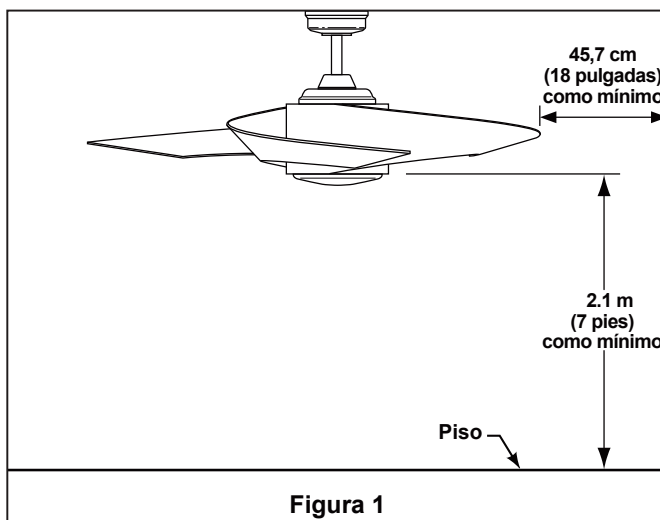

Figura 1
Caja de perfil bajo (Figura 1)
1. Afloje el tornillo de fijación del pasador, pasador de horquilla, semiesfera y pasador para lograr que pueda desplazarse por la semiesfera. Conserve el pasador, el pasador de horquilla, la semiesfera y el pasador para su reinstalación. (Figura 1)
5. Vuelva a colocar la semiesfera (Figura 1) en el barral como se indica a continuación. Pase los tres cables de 2 m (80") a través de la semiesfera. Pase el pasador a través de los dos orificios en el barral y alinee la semiesfera de modo que el pasador quede atrapado en la ranura de la parte superior de la misma. Empuje la semiesfera hacia arriba, bien ajustada contra el pasador. Ajuste firmemente el tornillo de fijación de la semiesfera. Si el tornillo está flojo, podría provocar oscilación del ventilador.
Las aspas del ventilador deben estar suspendidas, al menos, a 2.1 m (7') del piso (Figura 1)